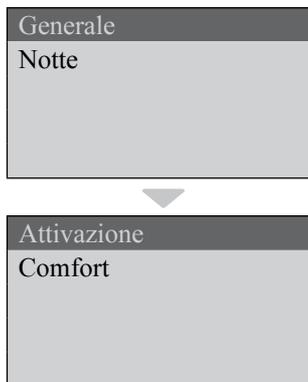

fig. 27 - Funzione Climatica
- Premere **SET** per visualizzare la seguente schermata (fig.27);
- Con i tasti **4** o **6** selezionare la scritta "**Attivazione**" (fig. 27);